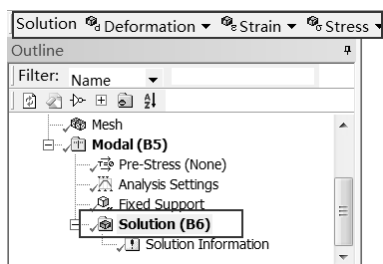

图 8-18 Solution 工具栏
Step1 : 选择 Mechanical 界面左侧 Outline (分析树) 中的 Solution (B6) 选项, 此时会出现如图 8-18 所示的 Solution 工具栏。